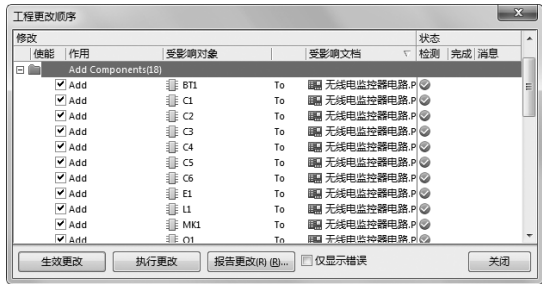

图 8-49 项目转换成功
(5) 单击对话框中的 **生效更改** 按钮，检查所有改变是否正确，若所有的项目后面都出现  标志，则项目转换成功，如图 8-49 所示。